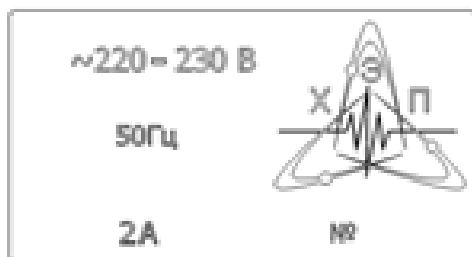

Рисунок 9 – Табличка с маркировкой Установки
4.3.1 На задней панели Установки закреплена табличка с маркировкой (см. рисунок 9).